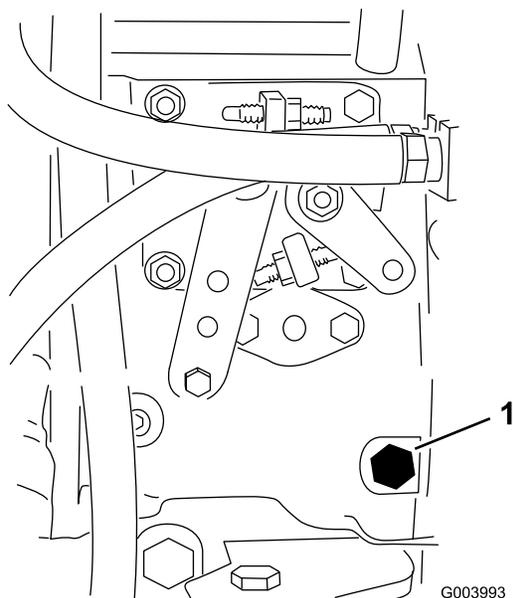

图34
3. 用 12mm 扳手打开燃油喷射泵（图34）上的排气螺丝。